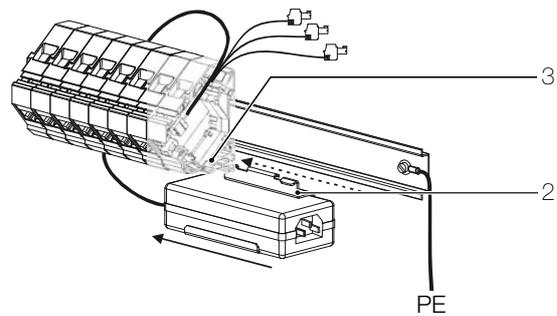

Fig. 38 Montage im Multimediaverteiler
1. Vergewissern Sie sich, dass die Hutschiene und der Rahmen des Multimediaverteiler geerdet sind (siehe auch Fig. 38).
2. Klicken Sie das Netzteil (1) in die Montageklammer (2) ein.